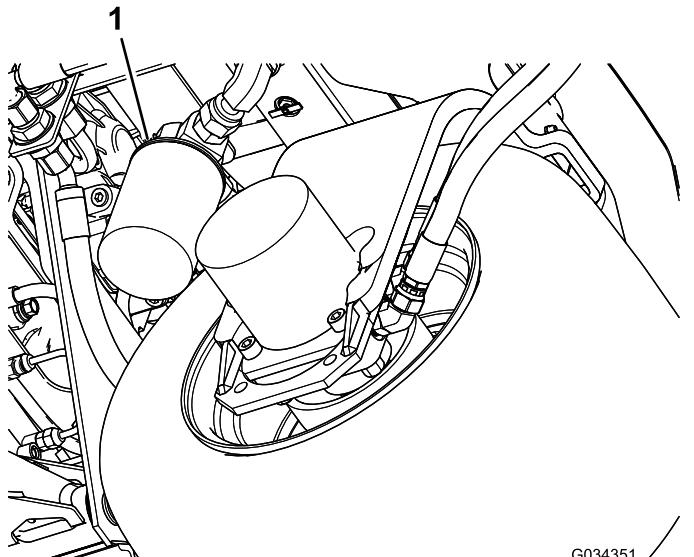

Figure 83
2. Nettoyez la zone autour de la surface de montage du filtre. Placez un bac de vidange sous le filtre (Figure 83) et enlevez le filtre.